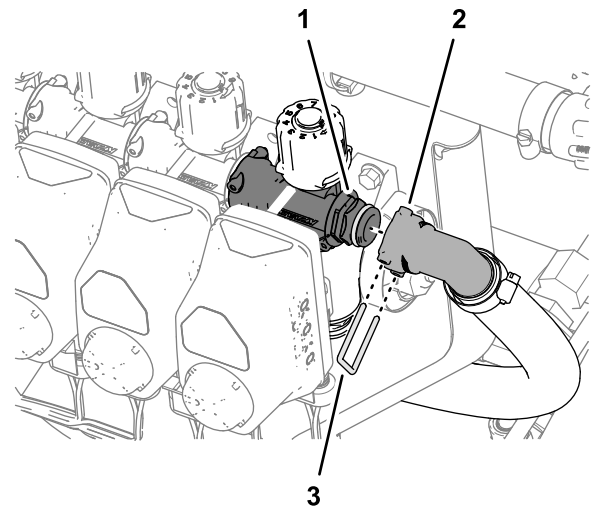

図 112
- バイパスホースのクイックコネクティングを、ノズルバルブ 10 番のところにあるバイパスバルブにあるクイックディスコネクティングに取り付ける 図 112。
- バイパスホースおよびバイパスバルブ用のクイックディスコネクティングを、リテーナで固定する 図 112。